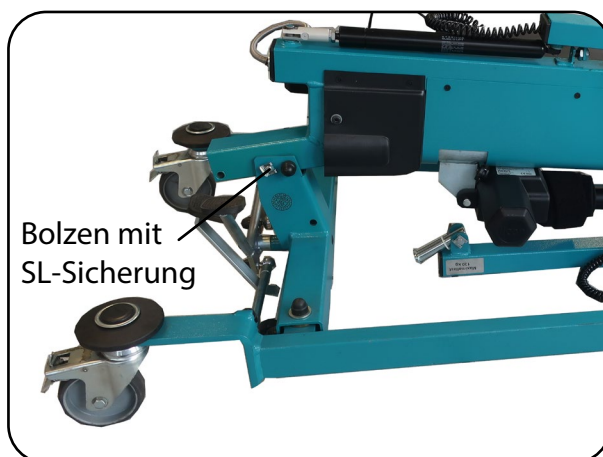

Abb.13.2.04 – Standmast arretieren
5. Arretieren Sie den Standmast mit dem Bolzen und der SL-Sicherung an der Standmastaufnahme (Abb. 13.2.04).